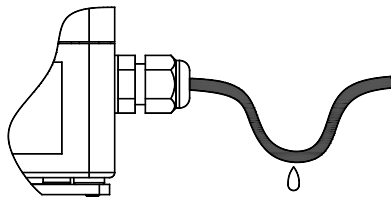

Рисунок 8.9
8.4.7 Для предотвращения скапливания конденсата непосредственно перед герметичным вводом и попадания внутрь ПМ влаги рекомендуется сделать небольшой прогиб кабеля (см. рисунок 8.9).